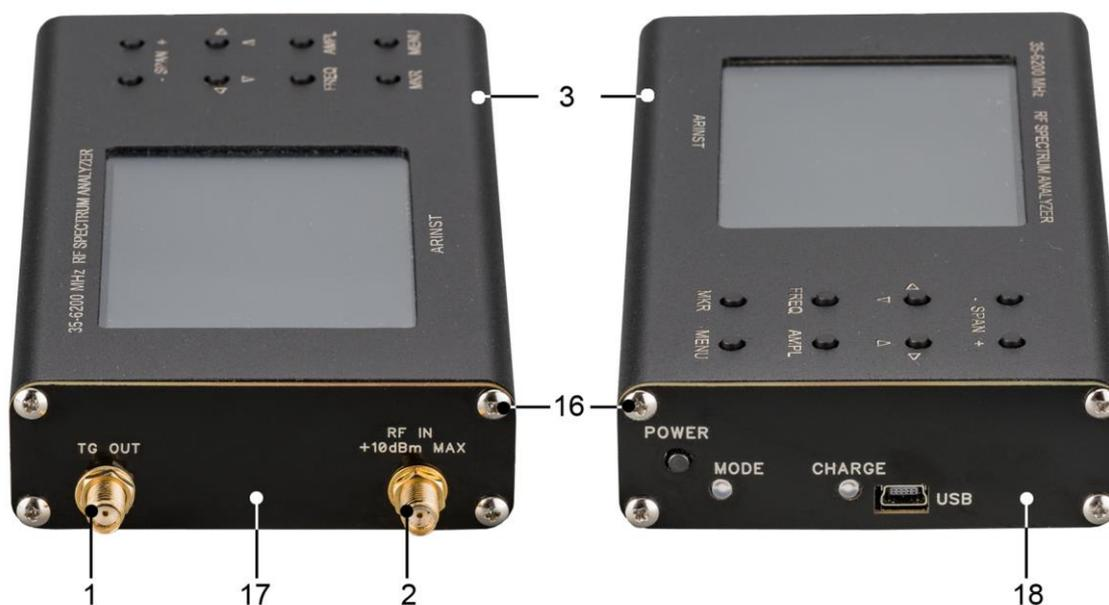

Рисунок 92 – Разборка корпуса прибора
10.3.4. Вывинтите 4 винта (16) передней крышки (17) прибора. Затем вывинтите 2 верхних винта (16) задней крышки (18) прибора. (Рисунок 92).